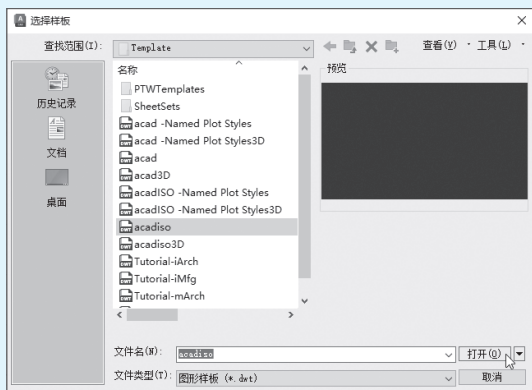

图 1-32
**提示** 在快速访问工具栏中单击“新建”按钮,或者按Ctrl+N组合键,系统会打开“选择样板”对话框,从中选择文件的样板,单击“打开”按钮,也能够实现文件的新建操作,如图1-32所示。